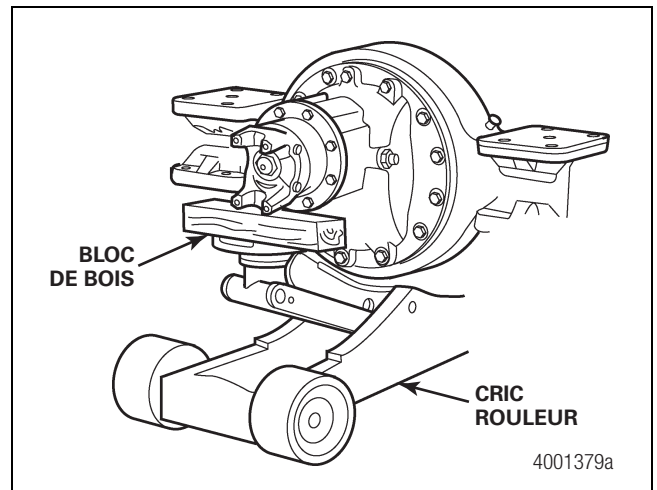

Figure 3.5
10. Placer un cric hydraulique rouleur sous la tête de pont pour supporter l'ensemble. Figure 3.5.